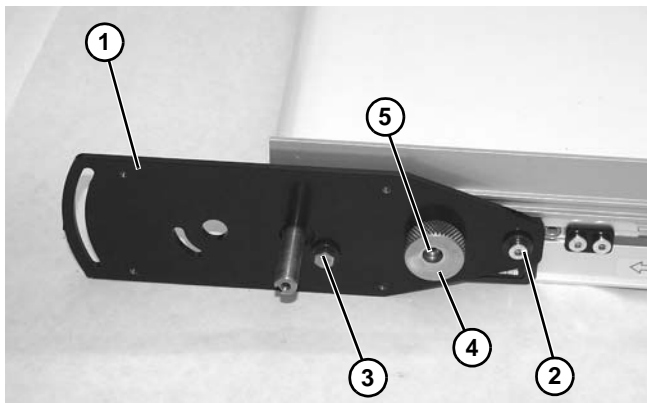

Figura 17
1. Instale la placa de accionamiento esclava (**Figura 17, artículo 1**) en el lado motor del transportador accionado.
2. Instale la arandela y el tornillo (**Figura 17, artículo 2**). No apriete en exceso.
3. Instale la arandela y el tornillo (**Figura 17, artículo 3**). No apriete en exceso.
4. Instale la perilla de la leva (**Figura 17, artículo 4**) con el tornillo (**Figura 17, artículo 5**). No apriete en exceso.